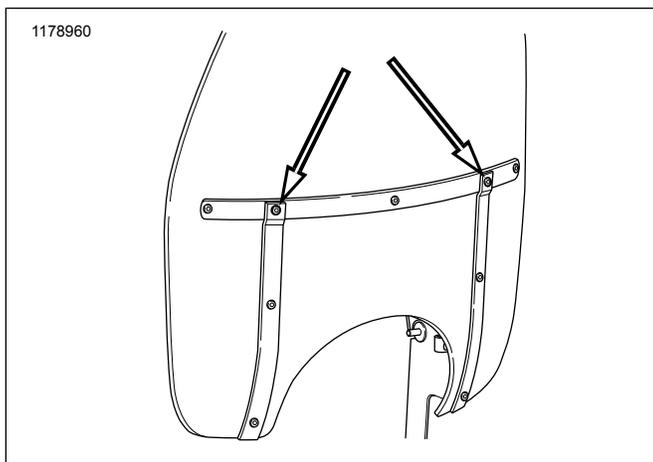

Figura 1. Parafusos centrais
2. Veja a figura 1. Localize os parafusos do suporte central no para-brisa.